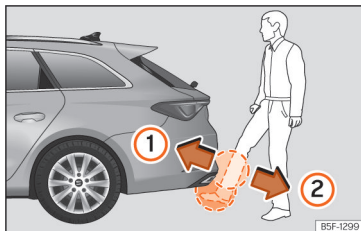

Fig. 83 Porta da bagageira com abertura controlada por sensor (Easy Open)
- Com um movimento rápido, aproxime o pé e a parte inferior da perna o mais possível ao para-choques. A parte inferior da perna tem que aproximar-se da zona do sensor superior, e o pé da zona do sensor inferior »» Fig. 83 ①.
- Retire rapidamente o pé e a parte inferior da perna das zonas dos sensores »» Fig. 83 ②. A porta da bagageira abre-se automaticamente.